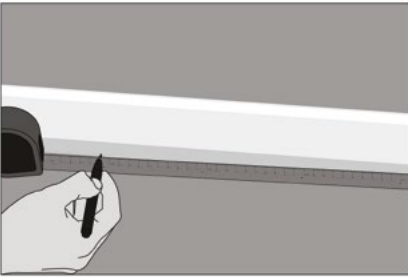

fig 3
- Mida la longitud del rodapié requerido y marque los cortes para ambos extremos en el borde inferior del rodapié (**fig. 3**) luego fije el rodapié al banco de trabajo. Nota: Asegúrese de dejar suficiente espacio en ambos lados de la maraca para el Triglig.